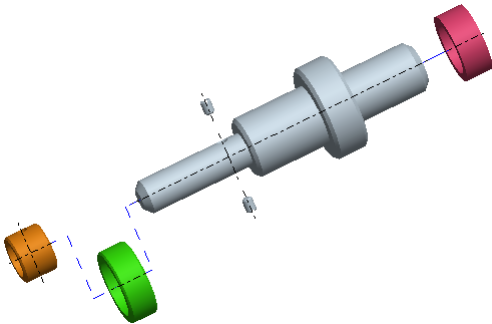
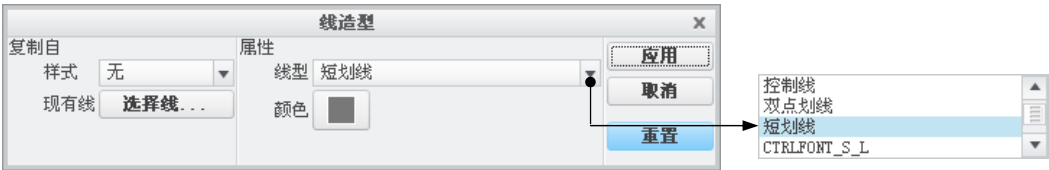

图 5.9.24 创建装配体的分解状态的偏距线
图 5.9.25 “线体”对话框
下面以图 5.9.24 为例，说明创建偏距线的一般操作过程：
Step3. 创建装配体的分解状态。将装配体中的各零件移至图 5.9.24 所示的方位。
(1) 单击“分解工具”操控板中的 **分解线** 按钮，然后再单击 **默认线造型** 按钮。
(2) 系统弹出图 5.9.25 所示的“线体”对话框，在下拉列表框中选择 **短划线** 线型，单击